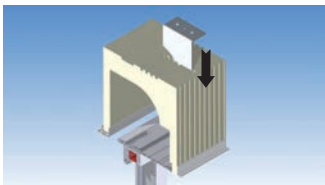

Bild 38
Schritt 2: Blendrahmen inklusive Rolladenelement in der Rohbauöffnung platzieren und fixieren (Bild 38 - 39).